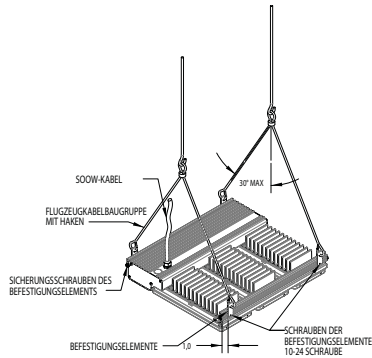

Abbildung 2 – Flugzeugkabelmontage
1. Die Befestigungselemente sind 1" von jedem Ende des Leuchtmittels aus dem Werk entfernt. Wenn Befestigungselemente neu positioniert werden müssen oder lose werden, dann ziehen Sie die Schrauben 10-24 bis auf 2,4 Nm (siehe Abbildung 2) vor dem Aufhängen des Leuchtmittels fest. Die Sicherungsschrauben des Befestigungselements sollten auf bis zu 7,3 Nm in allen vier Ecken des Leuchtmittels festgezogen werden. Die Befestigungselemente müssen in gleichem Abstand von den Enden des Leuchtmittels angebracht werden, damit das Leuchtmittel parallel zum Boden hängt.
2. Montieren Sie zwei (2) Flugzeugkabelbaugruppen an das Leuchtmittel, wobei jeweils eine Flugzeugkabelbaugruppe an jedem Ende des Leuchtmittels gemäß Abbildung 2 verbunden ist. Überschreiten Sie nicht einen Winkel von 30° zwischen den Kabeln und der Gravitationslinie. Passen Sie die Länge der Flugzeugkabelbaugruppe an, damit das Leuchtmittel parallel zum Boden hängt. Montieren Sie das Leuchtmittel mindestens 91 cm von der Decke. Weitere Details und Informationen finden Sie in der Anleitung B-Line FIS-164.